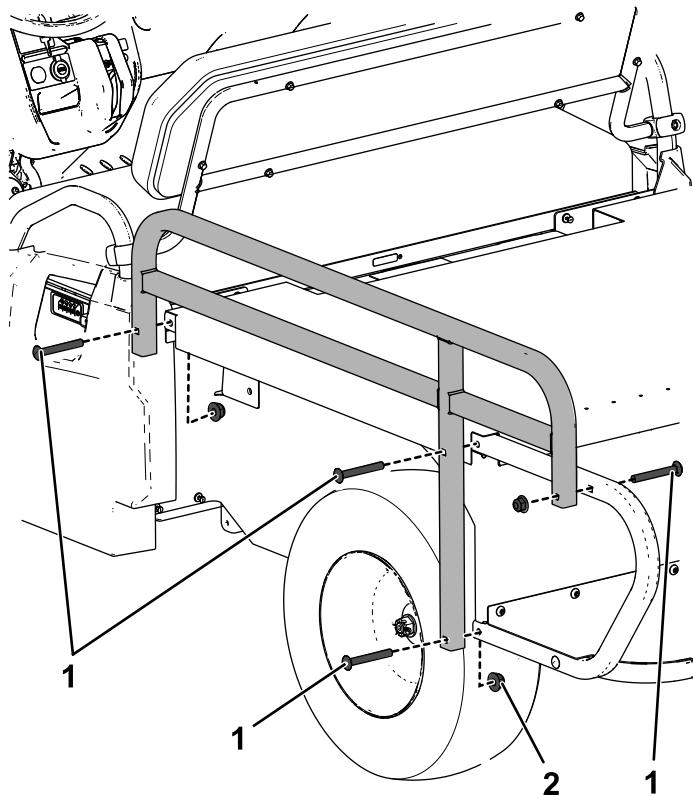

図 9
8. 平床荷台アセンブリに、サイドレールを取り付けるキャリッジボルト $\frac{3}{8}$ " x 3"8 本と六角ナット $\frac{3}{8}$ "1個を使用して図 9のように取り付ける。